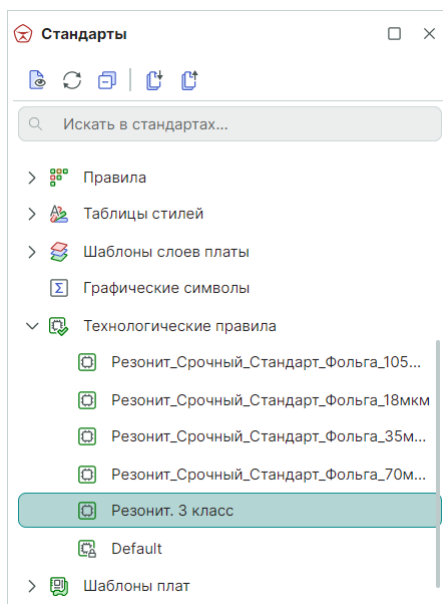

Рис. 516 Отображение созданного шаблона правил
4. По завершении сохраните настроенные параметры с помощью команды «Сохранить» на панели «Общие» или используйте горячие клавиши «Ctrl+S», новый шаблон появится в дереве панели «Стандарты», см. Рис. 516.